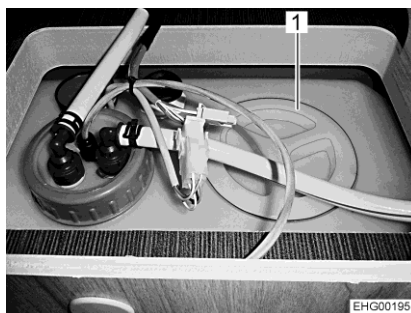

Fig. 169 Orificio de limpieza (depósito de agua)
- Retirar la tapa de cierre (Fig. 169,1) del depósito de agua.